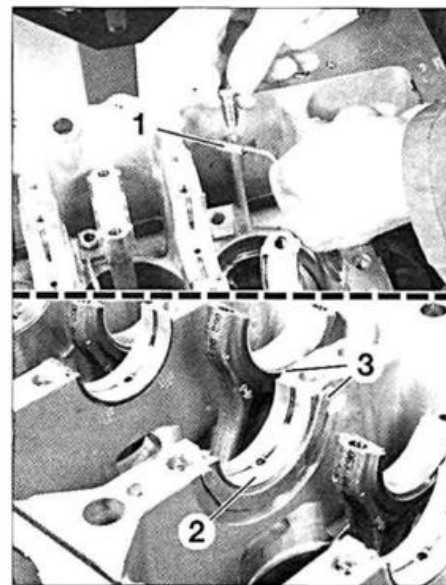

FIG. 59
- Montar los surtidores del fondo de los pistones (1) (fig. 59).
- Montar en el bloque motor los cojinetes (2) ranurados, aceitados, según la clase determinada para cada apoyo.
- Colocar a ambos lados del apoyo n°2 (lado volante motor), los separadores de reglaje (3) del juego axial con la cara ranurada lado cigüeñal.